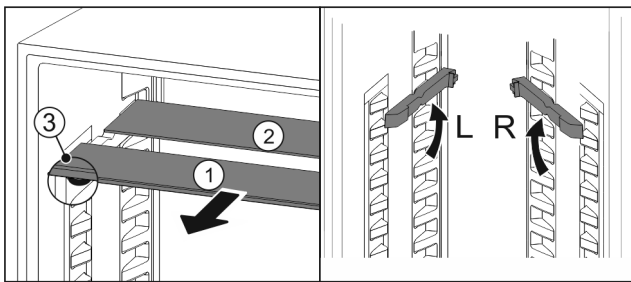

Fig. 84
- ▶ Retire las planchas de cristal individualmente hacia delante Fig. 84 (1).
- ▷ La placa de vidrio Fig. 84 (1) con moldura está situada delante.
- ▷ Los topes Fig. 84 (3) miran hacia abajo.